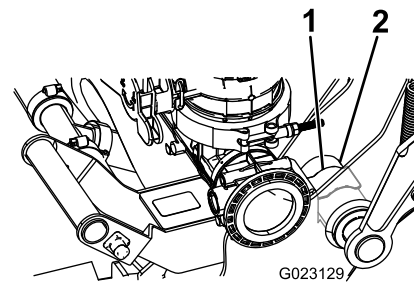

Bild 18
- Drücken Sie, bis die Klemme über dem Schwenkgehäuse einrastet, wie in Bild 18 abgebildet.